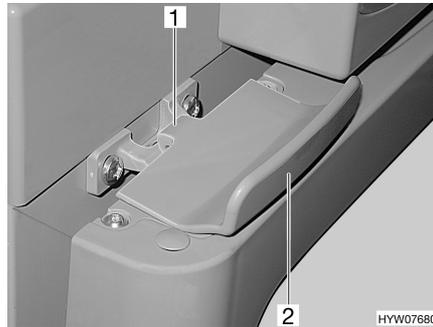

Fig. 77 Dispositif de verrouillage de la porte du réfrigérateur, fermé (Thetford)
**Ouvrir :** ■ Ouvrir la porte du réfrigérateur sur la poignée (Fig. 77,2). Le verrouillage (Fig. 77,1) sera débloqué automatiquement.